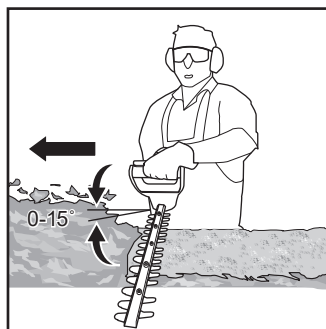

Fig. 6
6. Depois de cortar dos lados, avance para o topo. Tente manter o dispositivo de corte a um ângulo de aproximadamente 15° em relação à superfície a cortar (Fig. 6).